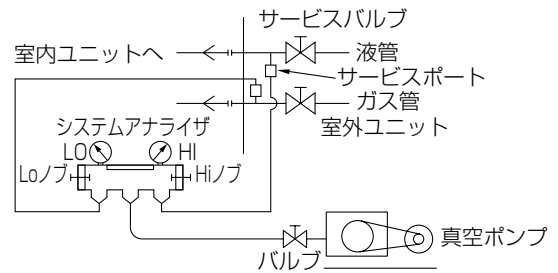

図2 真空引き方法
- 気密試験後、室内ユニットのサービスポート口より真空引きを行ってください。真空引きは、液管・ガス管共真空ポンプにて実施してください。（図2を参照してください。）